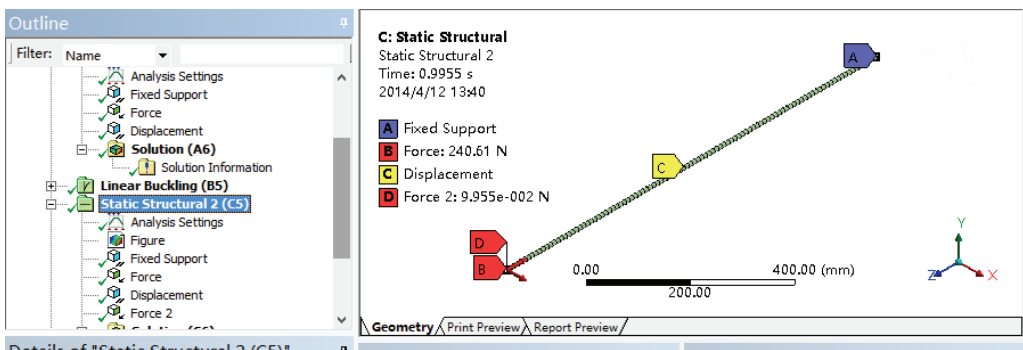

图 9-16 边界条件示意图
10) 选择 Mechanical 界面左侧 Outline 树结构图中的 Static Structural (C5) 选项, 查看得到的边界条件如图 9-16 所示。